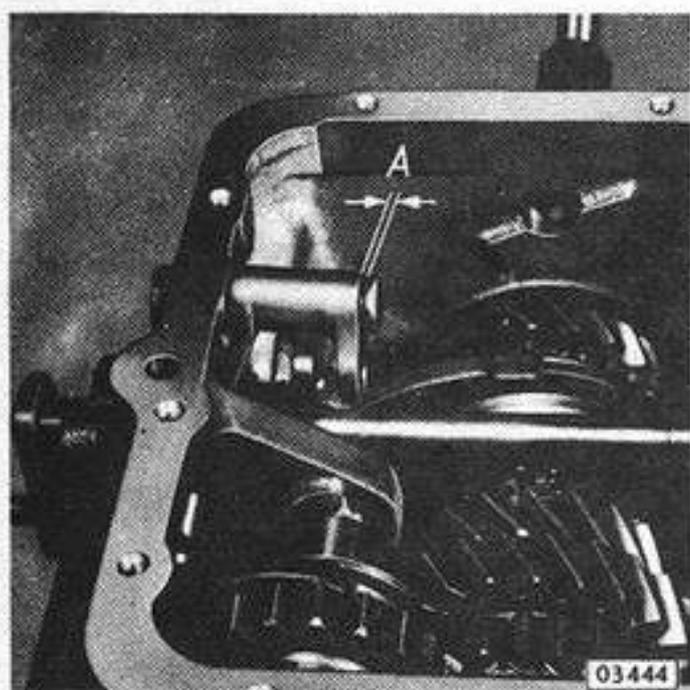

Fig. 31 - Instalación de la palanca intermedia del engranaje de marcha atrás.
10. Colocar la palanca intermedia del engranaje de marcha atrás (Fig. 31) (ver Especificaciones).